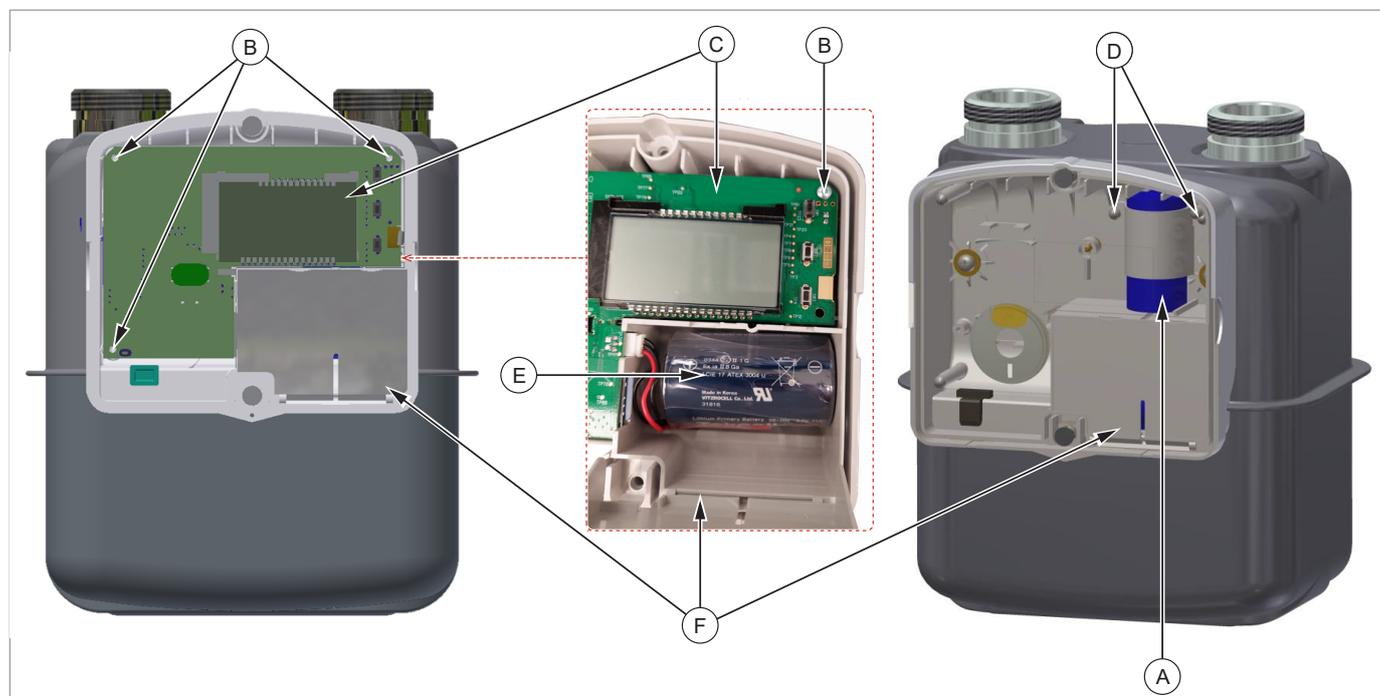

Fig. 10.12. Rimozione batterie
Per rimuovere la batteria metrologica (A), procedere come descritto in Tab. 10.88 (facendo riferimento alla Fig. 10.12):
Per rimuovere la batteria di comunicazione (E), procedere come descritto in Tab. 10.89 (facendo riferimento alla Fig. 10.12):